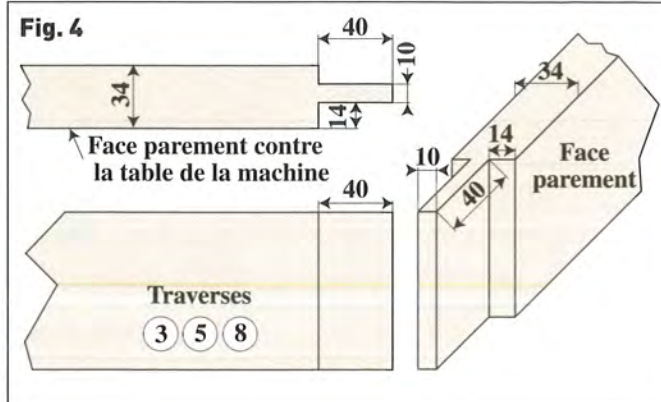

Fig. 4
- Prenez les traverses (3), (5) et (8). Chaque tenon mesure 40 mm de long et leur hauteur d'arasement est de 14 mm (Fig. 4). Les longueurs des traverses hors tenons sont de 1 460 mm pour les traverses (3) et (5) et de 480 mm pour les traverses (8).